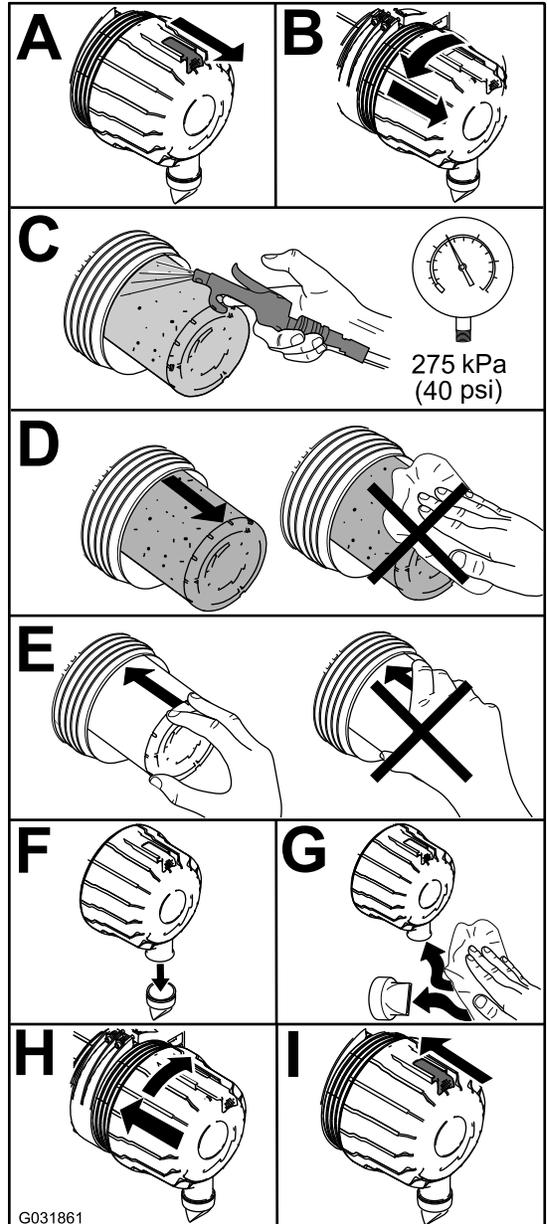

Figure 42
1. Remplacez le filtre à air (Figure 42).